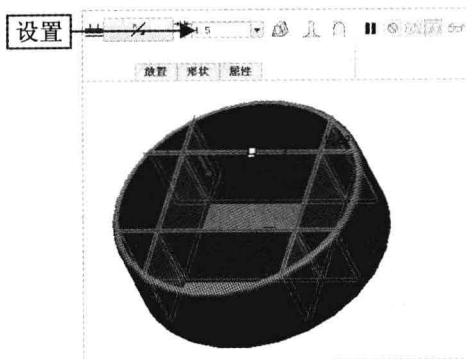

图 6-80 设置参数
Step 03 弹出“轨迹筋”选项卡，在模型树中选择“草绘 1”选项，在“输入值”数值框中输入 1.5，如图 6-80 所示。